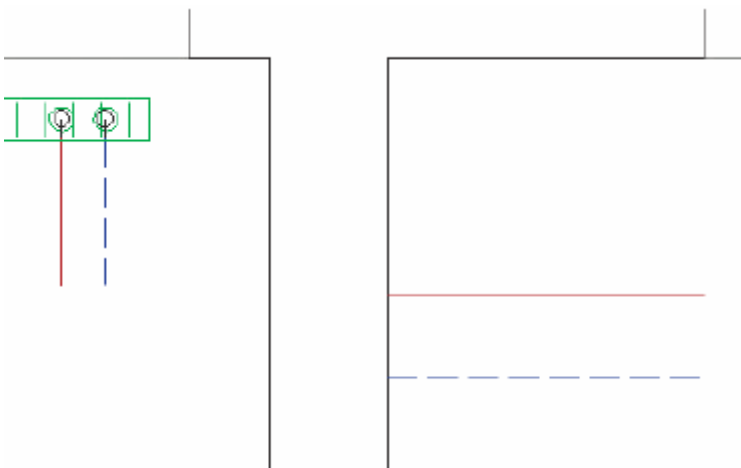

Рис. 3.2-35 Создание параллельных трубопроводов
9. Щелкните кнопку *Parallel pipes/Параллельные трубопроводы*. Создаете трубопровод, который перпендикулярный на трубопроводы, которые мы создавали от присоединения отопительных приборов и котла. На нижней навигационной планке стандартно настроено значение 100. Смените его по необходимости, в нашем случае напр. 300 и щелкните левой кнопкой мыши на ближайшую параллельную стену в проекте, чем ее выделите. Вторым щелчком на выбранную стену создаете параллельный подающий трубопровод со стеной в проекте, причем трубопровод будет от стены на расстоянии 300 мм. Отводящий трубопровод создаем таким образом, что задаем опять расстояние, но сейчас не от стены, но от подающего трубопровода, напр. 100мм и подтвердим вторым щелчком в сторону, на которой желаем создать трубопровод. (Рис. 3.2-35)